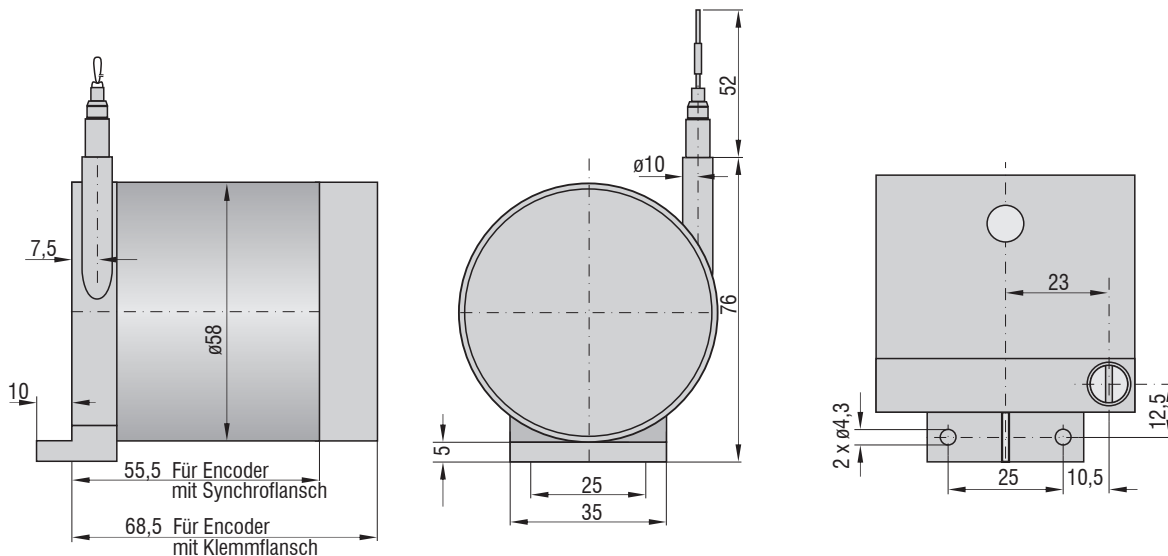

Abb. 2 Maßzeichnung Baureihe WDS-Z60-M, Abmessungen in mm
- Baureihe Z60: Montage durch Bohrungen für 2 Schrauben M4 DIN 931, siehe Abb. 2.